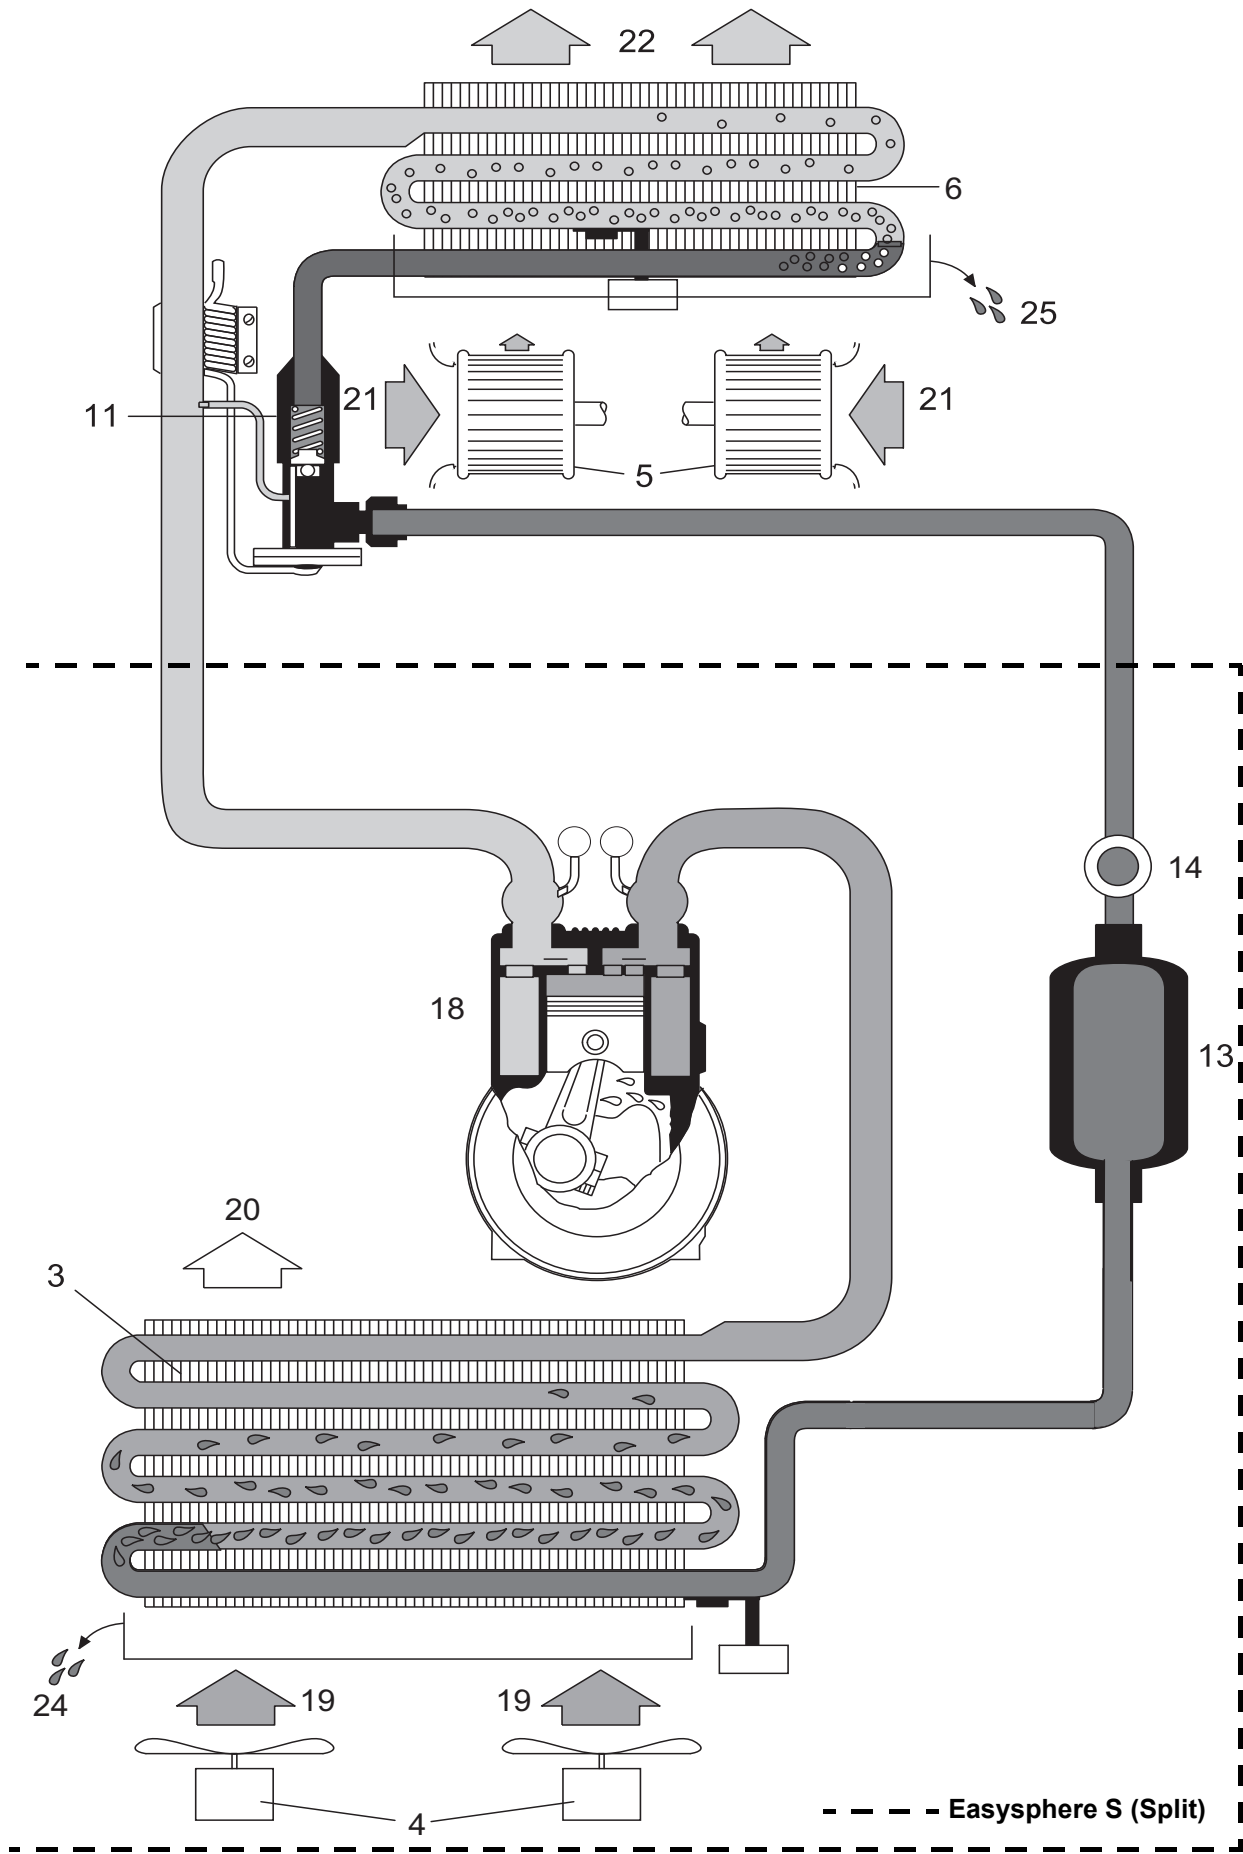
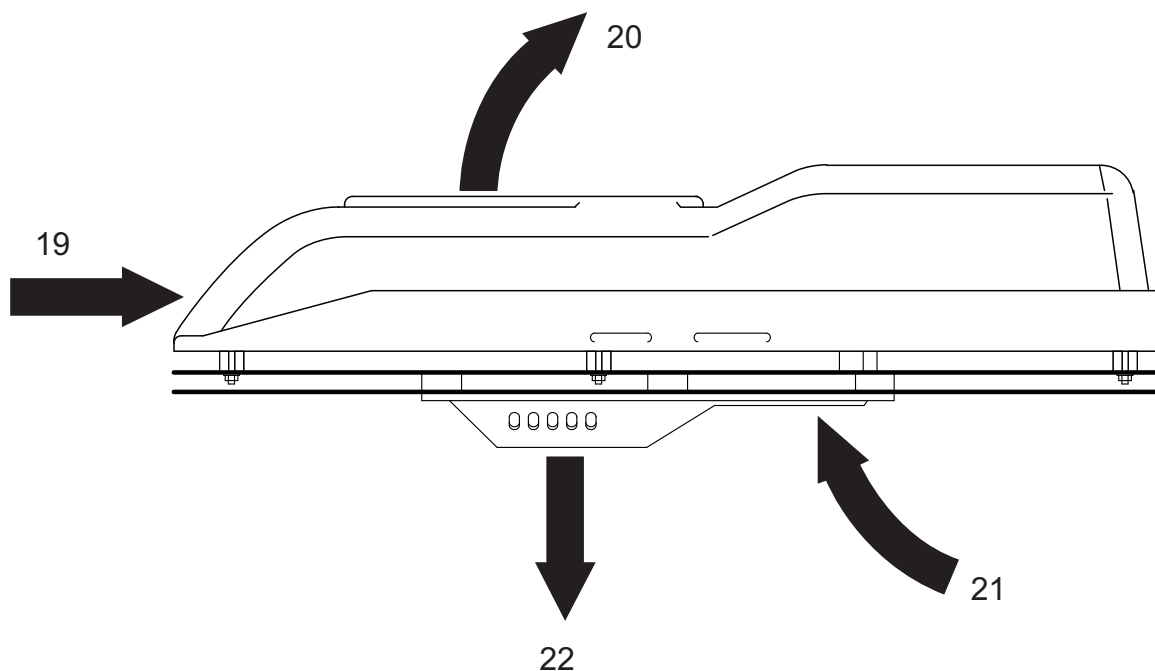

Abb. 2.4
Abb. 2.5
Die entstehende Kondensationswärme überträgt der Verflüssiger an die durch ihn strömende Außenluft (19 und 20 Abb. 2.4 und Abb. 2.5). Dabei sorgen die zwei Axialgebläse (4) auch bei stehendem Fahrzeug für ausreichende Durchlüftung.